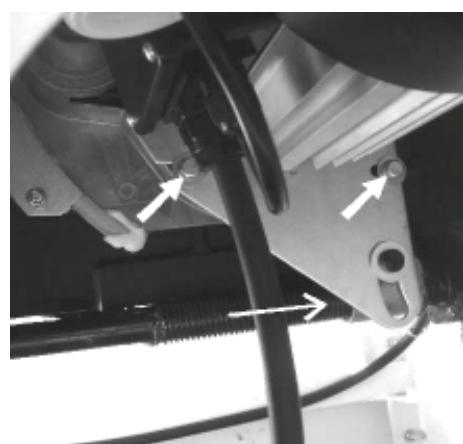

Рис. 27
- Отключите станок. Снимите переднюю крышку станка.(CC, рис. 25). Снимите 2 шестигранный винта (рис. 27)